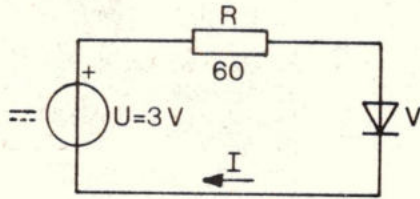
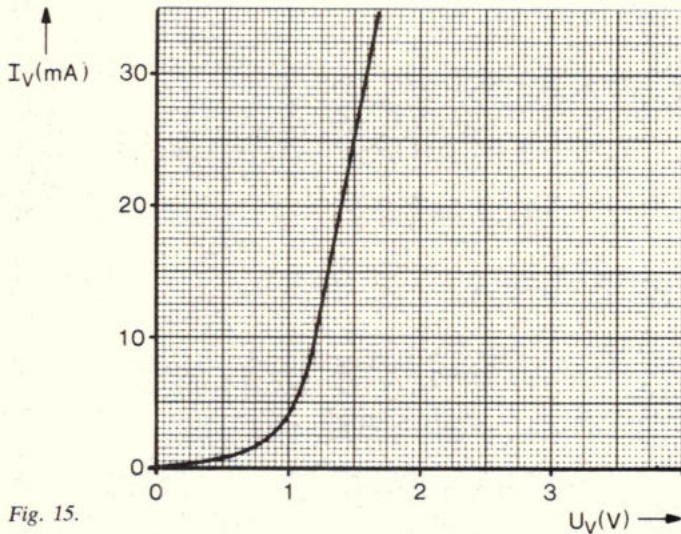
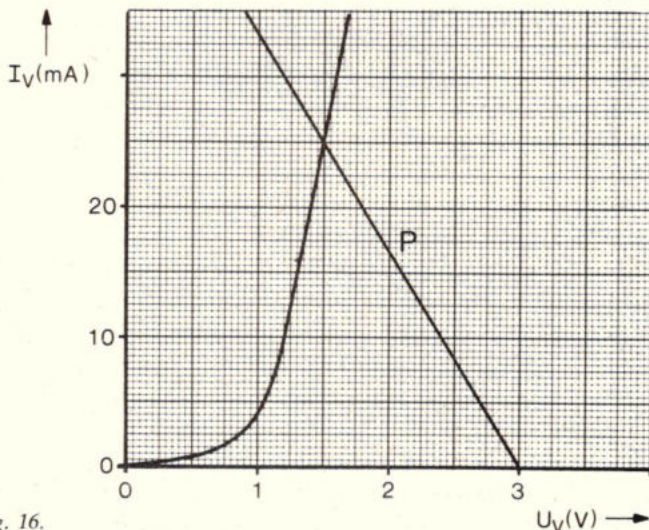

Fig. 14.
Fig. 15.
Fig. 16.
4. De diode V uit de schakeling van fig. 14 heeft een karakteristiek als aangegeven in fig. 15.
a. De stroom vindt men door in fig. 15 een belastinglijn te trekken, corresponderend met een weerstand van 60Ω en uitgaande van $U_V = 3 \text{ V}$ (fig. 16). Deze lijn snijdt de karakteristiek bij $U_V = 1,5 \text{ V}$ en $I_V = 25 \text{ mA}$. Deze laatste stroom is gelijk aan de instelstroom I .